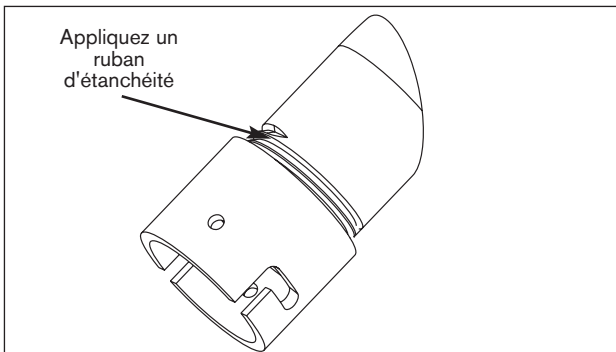

Figure 1 : Raccord de boîtier
3. Les filetages de tube doivent être propres et exempts de rouille. Bien qu'un connecteur étanche protège l'intérieur du boîtier contre l'humidité, il est conseillé d'appliquer un ruban d'étanchéité sur le filetage du raccord du boîtier. Fixez le raccord du boîtier sur le support ou sur le tube (*Figure 1*).